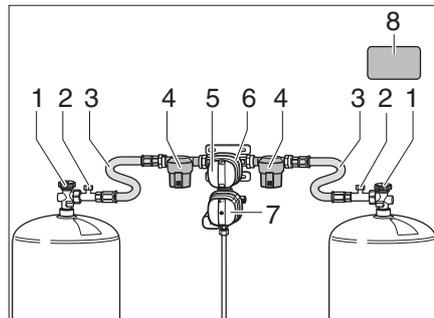
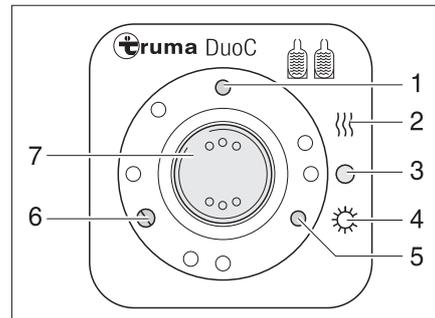
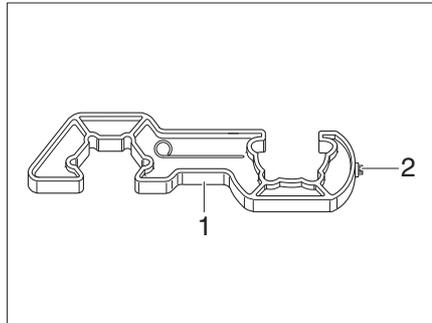
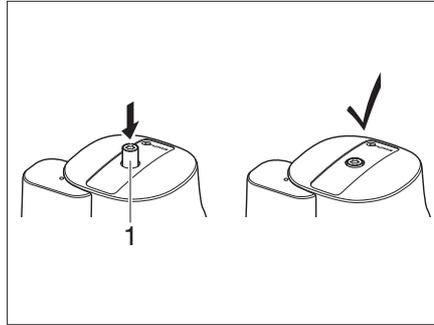

Bild 85 DuoControl-Umschaltanlage
Bild 86 Bedieneinheit
Bild 88 Schraubhilfe
Bild 89 Crashsensor
Die DuoControl-Umschaltanlage besteht aus einem Umschaltventil (Bild 85,6) und der Bedieneinheit (Bild 86). Das Umschaltventil ist zwischen den Hochdruckschläuchen (Bild 85,3) montiert. Mit dem Drehknopf (Bild 85,5) am Umschaltventil kann bestimmt werden, welche der Gasflaschen als Betriebsflasche und welche Gasflasche als Reserveflasche verwendet wird.
Das Umschaltventil (Bild 85,6) ist mit der Regler-Enteisungsanlage EisEx ausgestattet. So werden Störungen der Gasanlage im Winter vermieden.
Vor dem Umschaltventil befinden sich auf jeder Seite ein Gasfilter (Bild 85,4), der die Gasanlage vor Verölung und Verunreinigungen schützt.
An der Bedieneinheit (Bild 86) können nur die elektrischen Funktionen geschaltet werden. Die Haupt-Absperrentile (Bild 85,1) der Gasflaschen müssen von Hand geöffnet werden.
Das Umschaltventil gewährleistet einen konstanten Gasdruck, unabhängig davon, welche Gasflasche Gas liefert. Die zwei Kontroll-Leuchten an der Bedieneinheit zeigen den Füllstand der Betriebsflasche an. Wenn die grüne Kontroll-Leuchte (Bild 86,6) leuchtet, ist die Betriebsflasche voll. Wenn die rote Kontroll-Leuchte (Bild 86,5) leuchtet, ist die Betriebsflasche leer. Die Gasversorgung erfolgt dann über die Reserveflasche.
- Die Haupt-Absperrventile (Bild 85,1) an den Gasflaschen öffnen.
- Mit dem Drehknopf (Bild 85,5) am Umschaltventil (Bild 85,6) die Gasflasche wählen, der vorrangig das Gas entnommen werden soll (Betriebsflasche). Den Drehknopf immer bis zum Anschlag drehen.
- Den Wippschalter (Bild 86,7) auf "O" (Bild 86,3) stellen. Die gelbe Kontroll-Leuchte (Bild 86,1) erlischt.
- Die Haupt-Absperrventile (Bild 85,1) an den Gasflaschen schließen.
Die Kontroll-Leuchten an der Bedieneinheit (Bild 86,5 und 6) signalisieren im Fahrzeuginneren, ob die Betriebsflasche betriebsbereit ist.
Wenn die grüne Kontroll-Leuchte (Bild 86,6) während des Betriebs erlischt und die rote Kontroll-Leuchte (Bild 86,5) aufleuchtet, ist die als Betriebsflasche gewählte Gasflasche leer und muss gewechselt werden. Die Reserveflasche versorgt die Gasverbraucher weiterhin mit Gas.
- ▶ Zum An- und Abschrauben der Hochdruckschläuche die beiliegende Schraubhilfe (Bild 88,1) verwenden. Sie gewährleistet das nötige Anzugsmoment und verhindert Beschädigungen an der Verschraubung durch falsches Werkzeug.
- Das Haupt-Absperrventil (Bild 85,1) an der leeren Gasflasche schließen.
- Den Hochdruckschlauch (Bild 85,3) mit der Schraubhilfe (Bild 88) von der Gasflasche abschrauben.
- Die volle Gasflasche an den Hochdruckschlauch (Bild 85,3) anschließen.
- Das Haupt-Absperrventil (Bild 85,1) an der Gasflasche öffnen.
- Den Drehknopf (Bild 85,5) am Umschaltventil (Bild 85,6) mit einer halben Umdrehung so einstellen, dass die eben gewechselte Gasflasche als Reserveflasche dient.
- Knopf (Bild 85,2) für die Schlauchbruchsicherung am Hochdruckschlauch drücken, um sie zu aktivieren.
- Ggf. den Rückstellknopf (Bild 89,1) am Crashsensor drücken.
- ▶ Sicherheitsaufkleber (Bild 85,8) im Gaskasten beachten.
- Mit dem Torx T20 (Bild 88,2) an der Schraubhilfe den Entsicherungsknopf (Bild 89,1) eindrücken, leicht im Uhrzeigersinn drehen und 5 Sekunden lang halten.
Der Crashsensor ist betriebsbereit, wenn der Entsicherungsknopf (Bild 89,1) in der versenkten Stellung bleibt.
- Nach dem Wechsel der Gasflasche grünen Knopf (Bild 85,2) am Hochdruckschlauch (Bild 85,3) kräftig drücken.